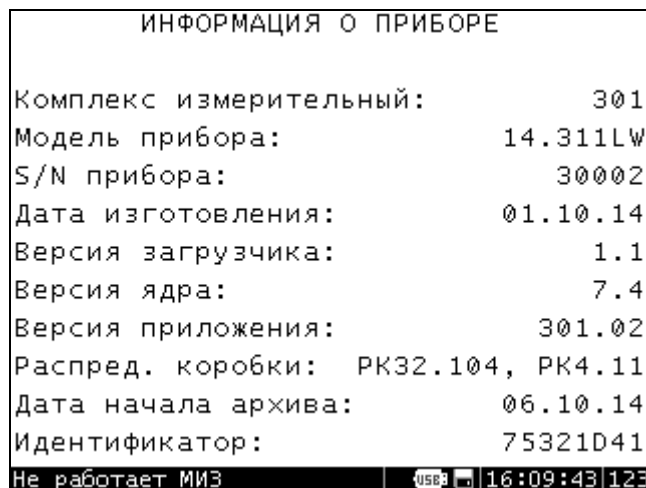

Рис.16. Окно "Информация о приборе"
2.3.3.5.3 "Информация о приборе". Вход в этот пункт открывает окно со Следующей информацией (рис. 16):